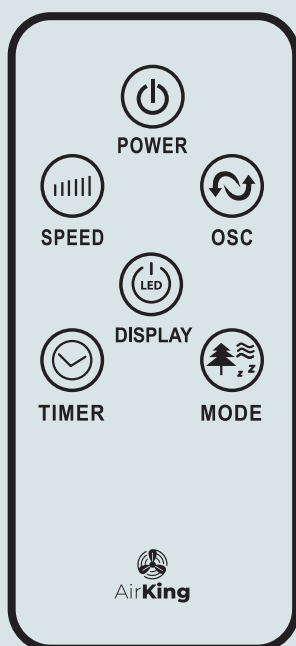
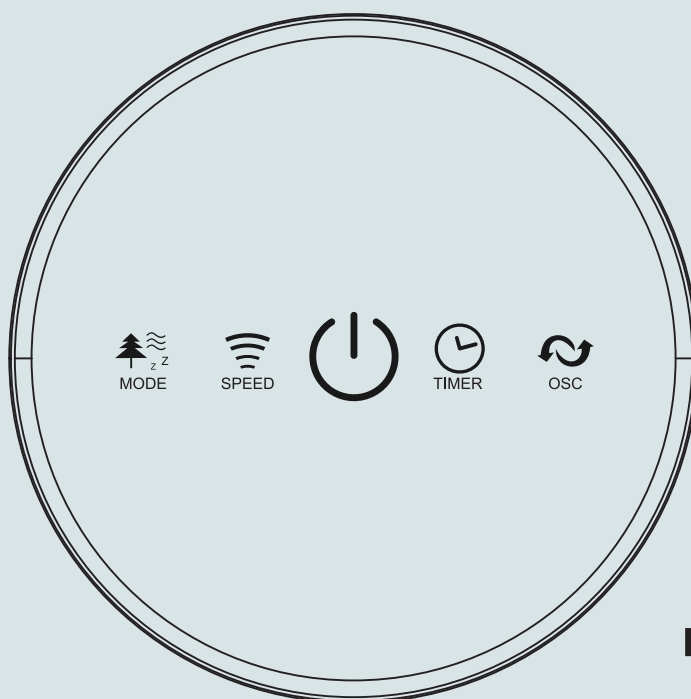

FIG. 3
FIG. 4
2. De knoppen van de afstandsbediening zijn als zodanig gelabeld (Fig. 3). Alle functies die worden uitgevoerd met de afstandsbediening werken identiek aan de handmatige bediening (Fig. 4).
De torenventilator kan worden bediend met de handbediening op de torenventilator (zie Fig. 4) of met uw afstandsbediening (zie Fig. 3).
3. **SPEED** : U kunt de ventilatorsnelheid instellen op het gewenste niveau: laag, medium of hoog door op 'SPEED' te drukken. De ingestelde snelheid wordt weergegeven op het LED-display. (Fig 4)